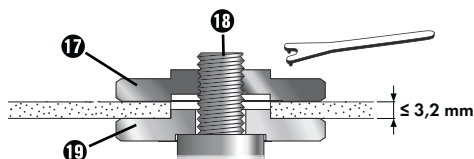

Fig. 1
**En présence de disques minces (voir figure 1) :**